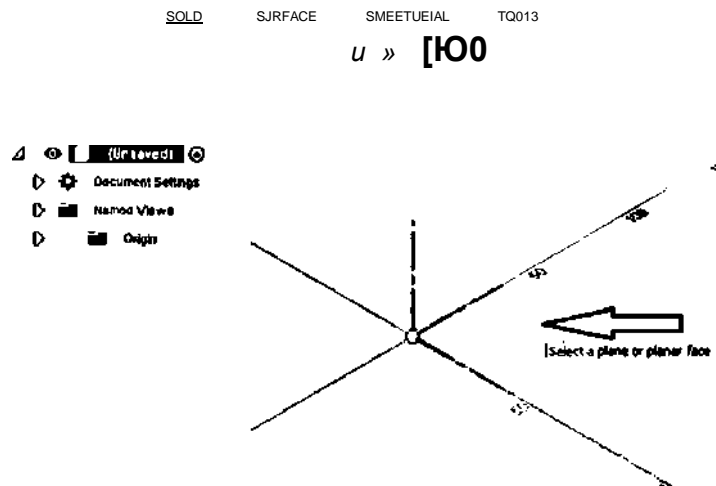

Рис. 2
- 2.1. На панели моделирования выберите панель инструмент CREATE SKETCH и укажите горизонтальную плоскость ху для построения эскиза (рис. 2).